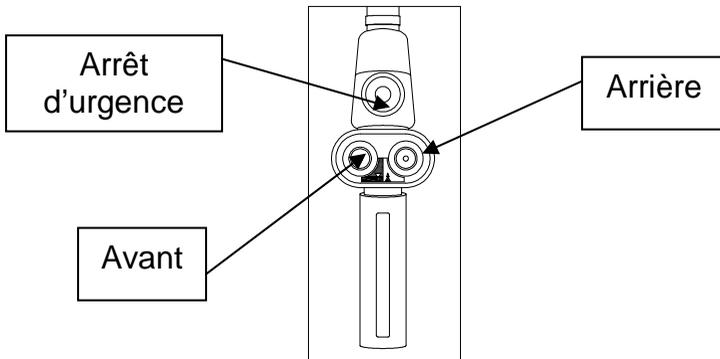

Fig. 12
- Après avoir vérifié que le moteur tourne au nombre de révolutions maximum, déplacer la machine dans la position voulue en agissant sur les boutons du câble de commande comme le montre la figure 12.